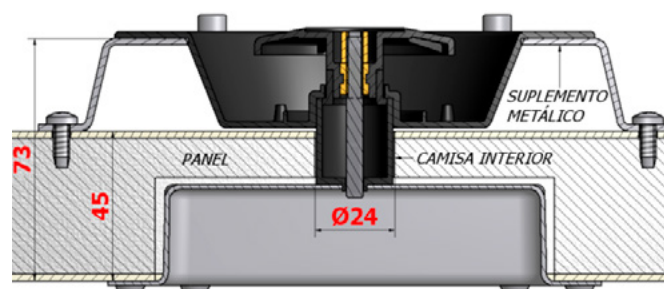

FIGURA 6: Detalle: Sección Panel + Suplemento metálico.
**EXCEPCIÓN:** Espesor mínimo de panel para montar el mecanismo de apertura interior dentro del panel es de 65mm. Para paneles inferiores a <65mm MRF podrá facilitar, bajo pedido, un suplemento metálico que aumentará el espesor hasta alcanzar la medida mínima necesaria (FIGURAS 5 Y 6). Empleando esta opción, el taladro realizado en el Paso 3 será de Ø24mm cuando se monta Camisa Interior en el montaje (FIGURA 6, 11, 12 Y 13), de no montarla, llegará con hacer el taladro del Paso 2 (Ø5,5mm)